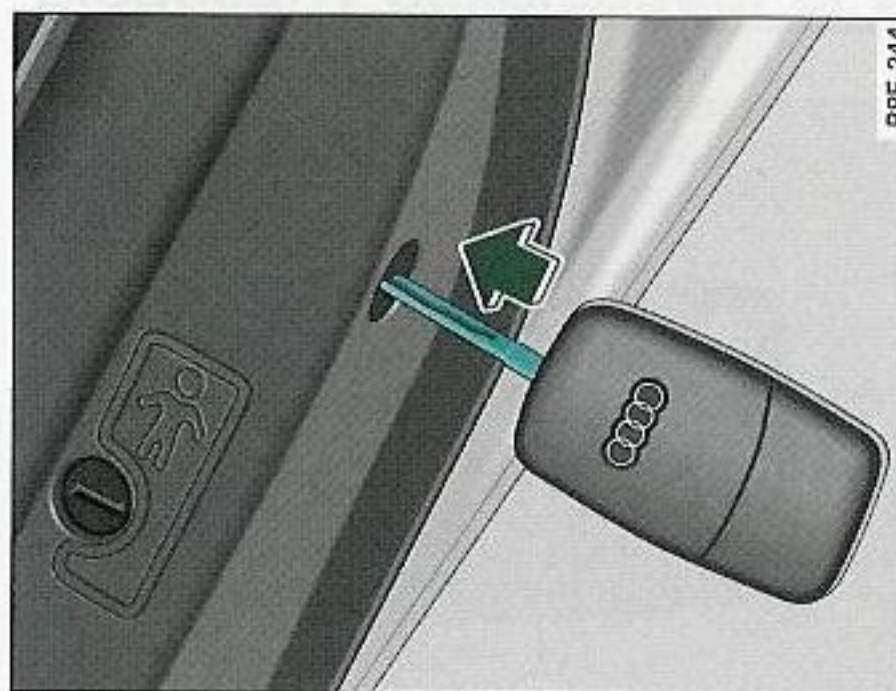

Fig. 50 Bloqueo de emergencia de las puertas
- Coloque la llave en ángulo de 90 grados con respecto al revestimiento de la puerta e introdúzcala en la dirección de la flecha ⇒ *página 65, fig. 50.*